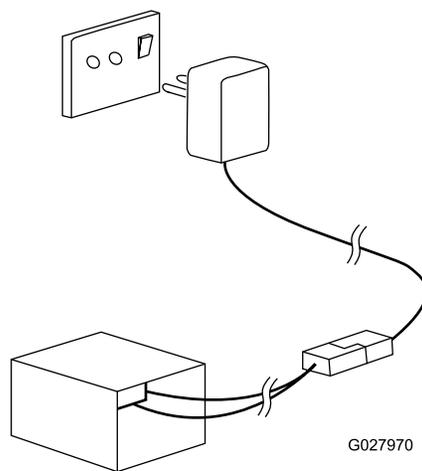

Figura 32
2. Conecte el cargador a una toma de corriente (Figura 32).